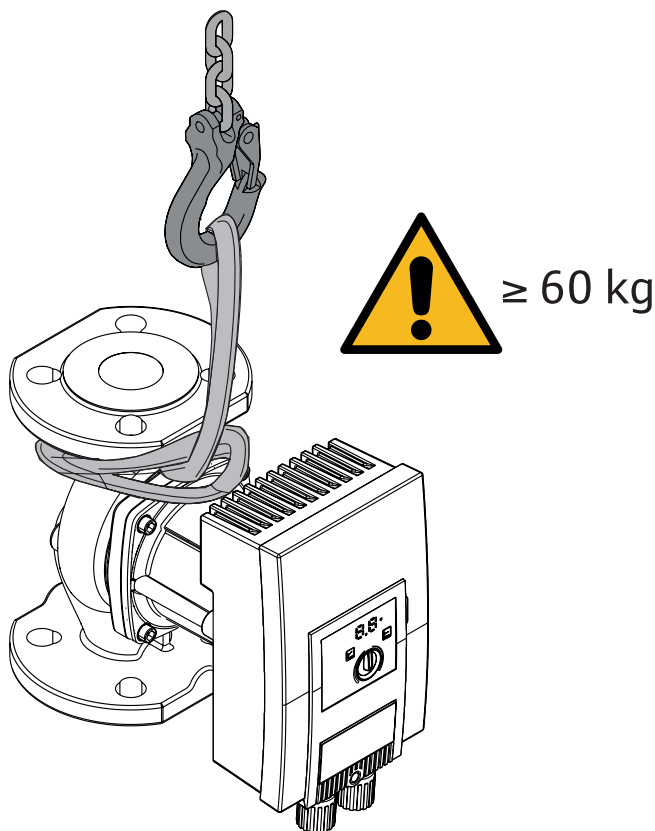

Fig. 3: Transport
- Nosite samo za motor ali ohišje črpalke → Fig. 3.